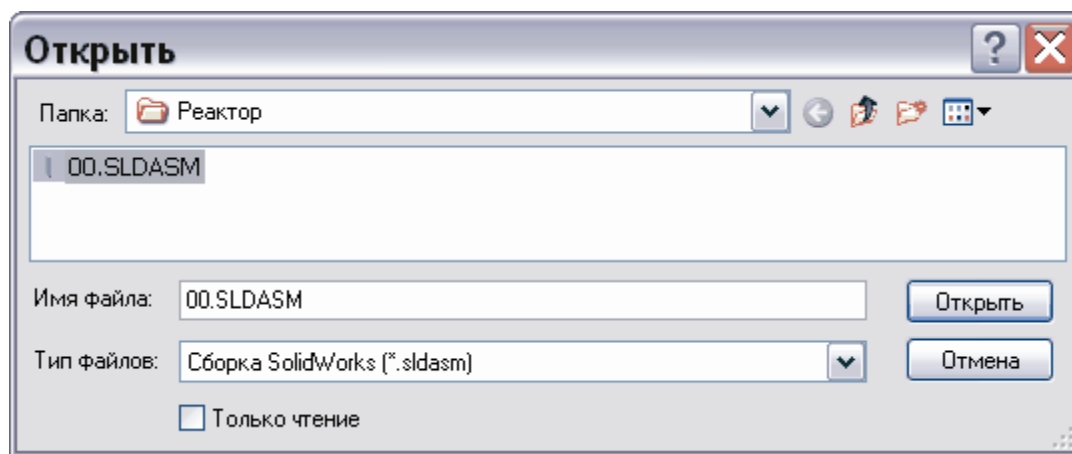

Рис. 19
3. В окне **Открыть** найдите папку **Примеры / Раздел- 8/ Реактор/**, выберите файл модели **00.sldasm** и нажмите на кнопку **Открыть** (Рис. 19).